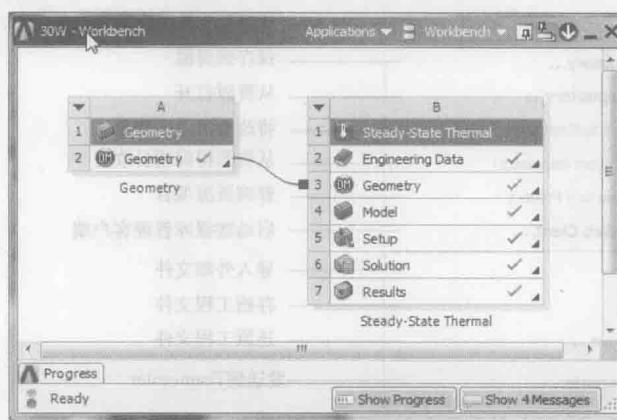

图 1-7 简洁模式
- ◆ Compact Mode (简洁模式): 选择该命令, ANSYS 14.5 Workbench 会压缩为一个图标 置于操作系统桌面上, 同时任务栏上的图标将消失。如果将鼠标移动到 图标上, Workbench 平台变成简洁模式, 如图 1-7 所示。